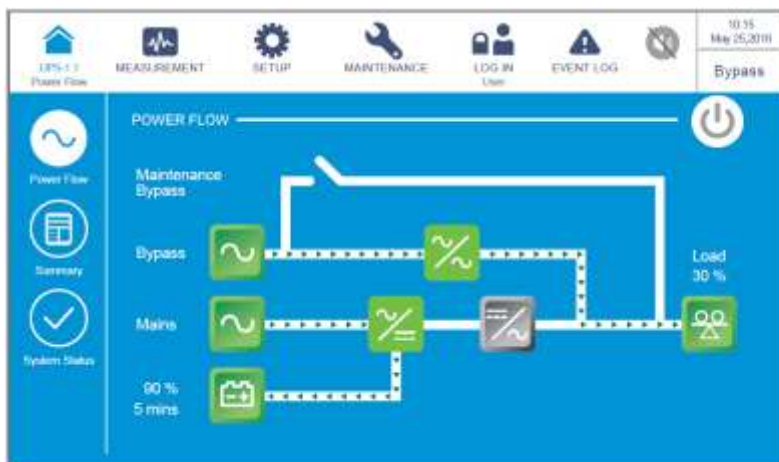

Рисунок 6-54: Экран байпасного режима
- 3) После выбора **'YES'** ИБП отключит инвертор, прекратит подачу питания с каждого силового модуля и будет осуществлять подачу питания с байпасного источника переменного тока. Если байпасный источник переменного тока работает ненормально, то существует риск прерывания подачи питания, и подключенные важные нагрузки не будут защищены. В этот момент силовые модули продолжают заряжать батареи, трехцветный светодиодный индикатор загорается желтым цветом, и появляется следующий экран (*Рисунок 6-54*). Расположение трехцветного светодиодного индикатора см. на *Рисунке 2-11*.